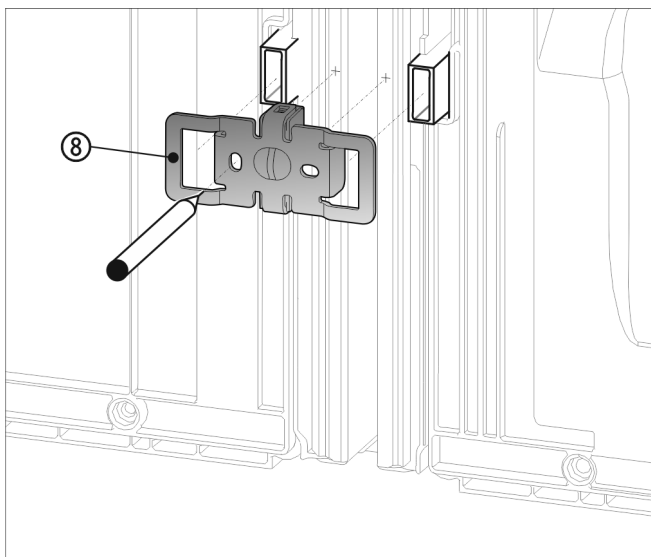

Fig. 20
- ▶ Надвиньте угол Fig. 20 (8) выемками над креплением для пристенных распорок.